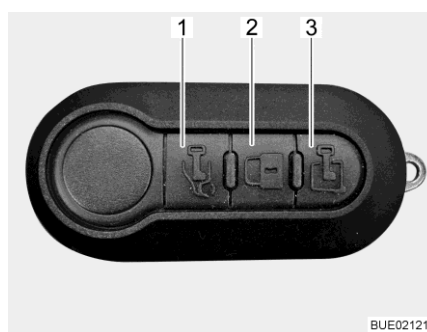

Fig. 49 Télécommande multifonction (3 touches)
- Déverrouiller la porte chauffeur : ■ Appuyer une fois brièvement sur la touche  (Fig. 49,1). La porte chauffeur est déverrouillée.
- Déverrouiller la porte cellule : ■ Appuyer une fois brièvement sur la touche  (Fig. 49,3). La porte cellule est déverrouillée.
- Appuyer une fois brièvement sur la touche  (Fig. 49,2). Toutes les portes sont verrouillées.